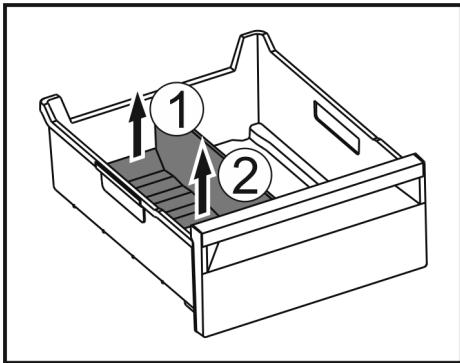

Fig. 147
- Achterste deel van de ijsvak-scheider optillen. Fig. 147 (1)
- Ijsvak-scheider er naar boven toe uitnemen. Fig. 147 (2)